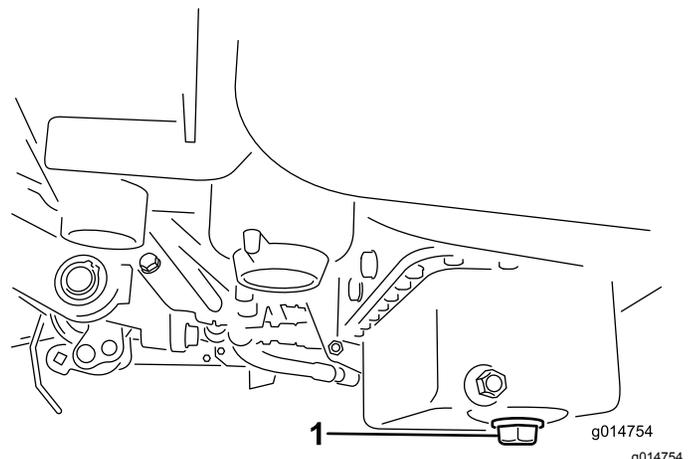

Figura 39
1. Retire el tapón de vaciado y deje fluir el aceite a un recipiente apropiado. Cuando el aceite deje de fluir, coloque el tapón de vaciado (Figura 39).